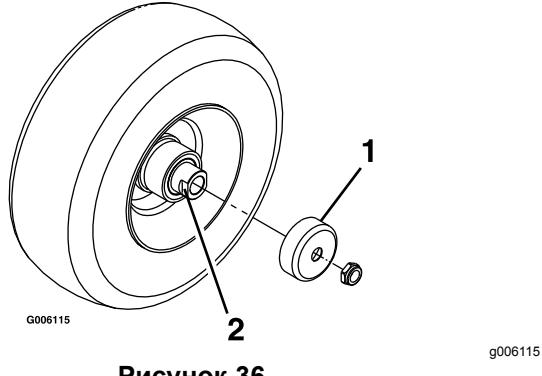

Рисунок 36
4. Снимите ограждения уплотнений со ступицы колеса (Рисунок 36).